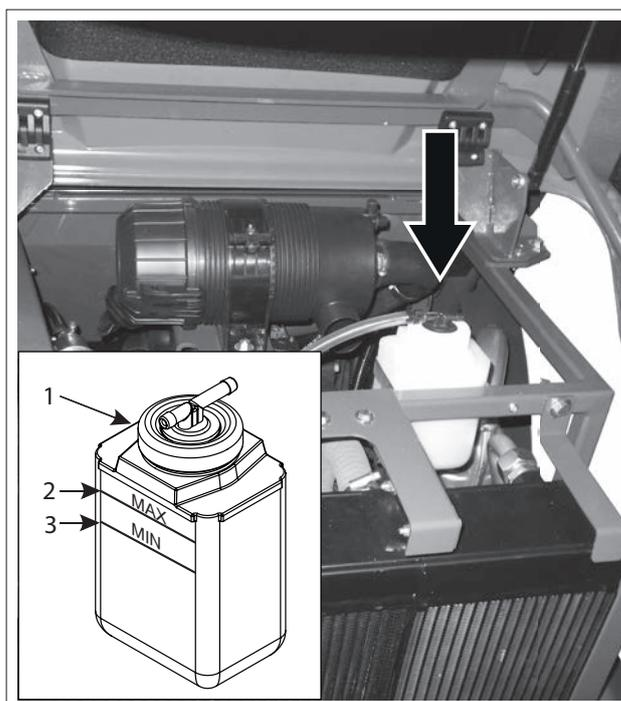

РИС. 65
- 4) Осмотрите фильтр сепаратора (РИС. 65 – Сс. 2) и осмотрите на предмет наличия воды (РИС. 65 – Сс. 1) в нижней части чаши фильтра.
- откройте клапан (РИС. 65 - Сс. 3) под фильтром